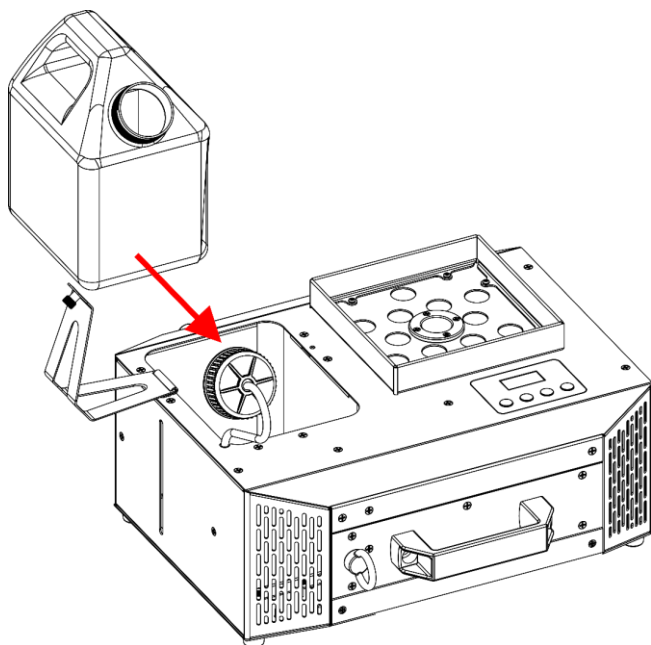

Abb. 34
- 09) Setzen Sie den **Flüssigkeitstank (02)** wieder in das Gerät ein, wie in Abb. 34 gezeigt.